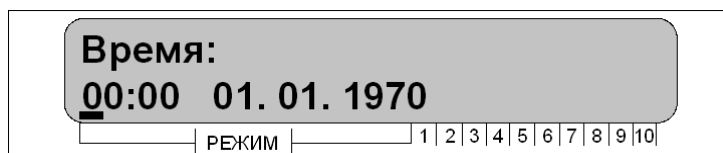

Рисунок 18 – Установка времени и даты «Часов» прибора
- еще раз нажать клавишу «ВВОД» (появится курсор в поле времени, с помощью клавиш «0», «1»...«9» вводится текущие время и дата), рисунок 18.